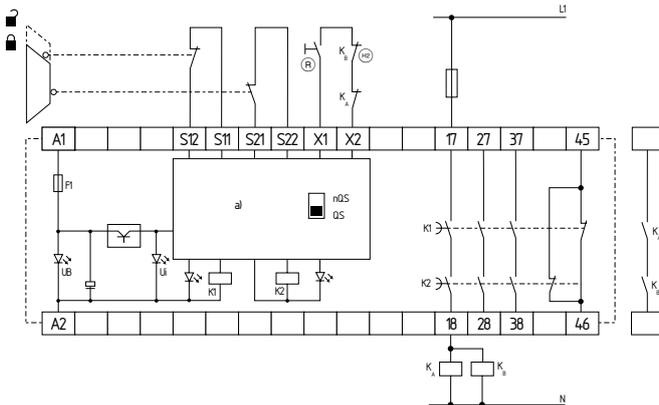

Fig. 4
Exemple: Connexion à deux canaux de la surveillance d'un protecteur par deux interrupteurs de position, dont un contact à manœuvre d'ouverture positive ; avec bouton de réarmement externe (R) (voir Fig. 4)
- (R) = Boucle de retour